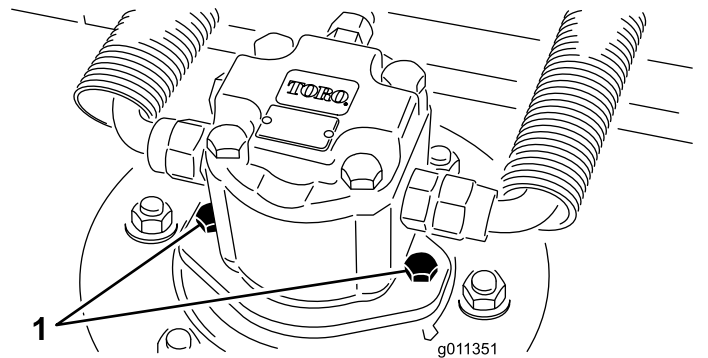

Bild 92
2. Schließen Sie den Hydraulikmotor vom Mähwerk ab und nehmen ihn ab (Bild 92). Decken Sie die Spindeloberseite ab, um einer Verunreinigung vorzubeugen.